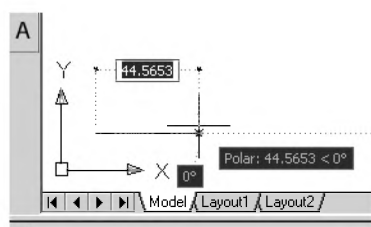

Рис. 3.5. Табличка с полярными координатами
- **Polar** – вариант работы, при котором функционирует ортогональный режим, но «захват» происходит только в пределах некоторого угла, за пределами которого работа выполняется без соблюдения режима ортогональности. В этом режиме, когда происходит «захват» на экране появляется пунктирная линия, как бы продолжая направление перемещения указателя мыши, см. рис. 3.5. Кроме этого рядом с указателем мыши появляется табличка с информацией о полярных координатах указателя и другие значки, но они к этому режиму не относятся, а это результаты действия режима **DYN**. Большинство параметров работы указателя мыши в режиме **Polar** могут настраиваться пользователем;